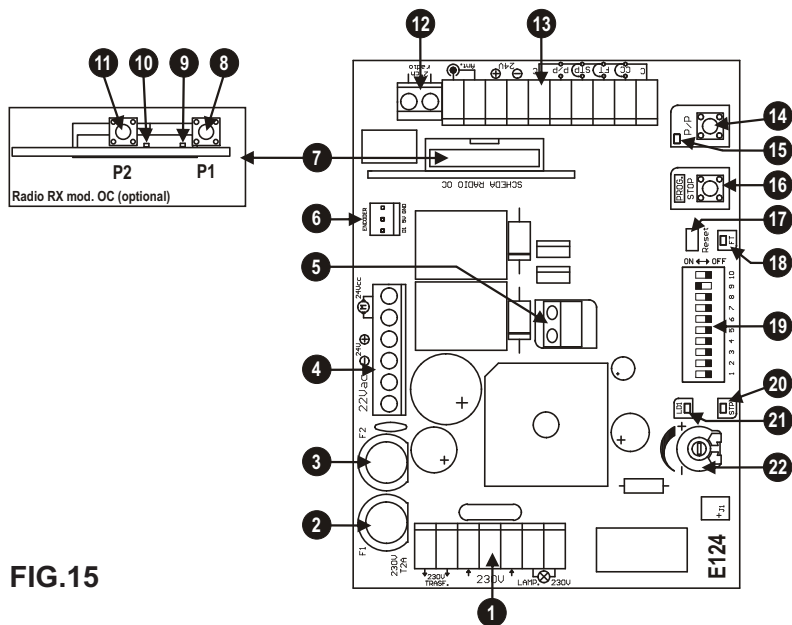
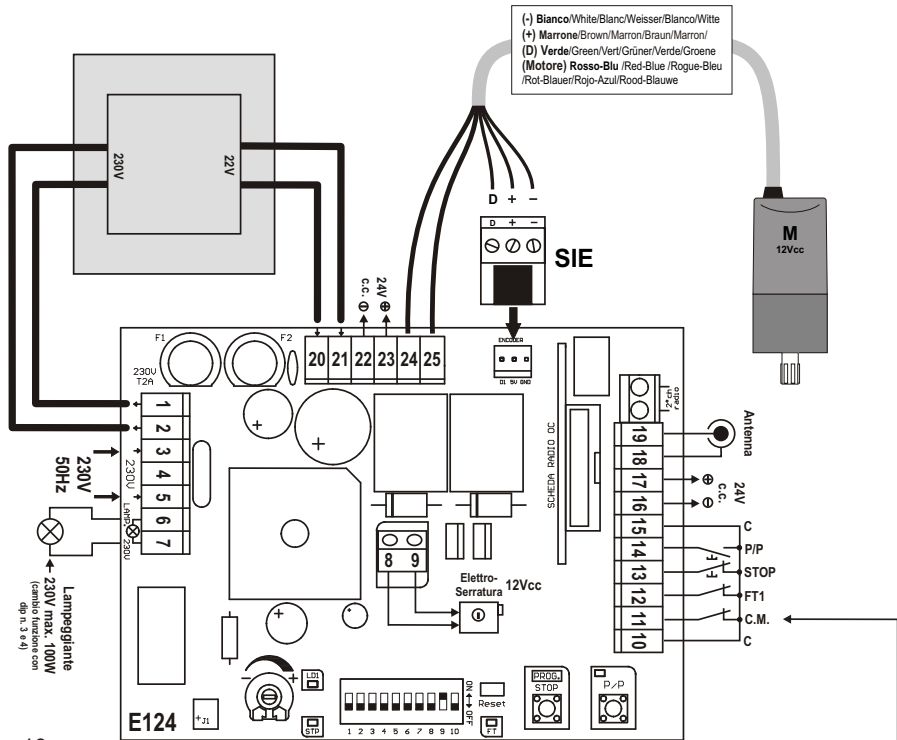

FIG.15
Fig. 16
## I DESCRIZIONE DELLE PARTI (fig. 15)
Durante la fase di apprendimento si azionerà più volte il tasto P/P ( part. 14 di fig 15), in alternativa si può usare il comando P/P (morsetto 14, fig. 16) oppure il trasmettitore radio memorizzato sul primo canale del ricevitore.
- 2- Tenendo premuto il pulsante PROG effettuare un reset cortocircuitando col cacciavite il jump Reset (part. 17 di fig. 15).